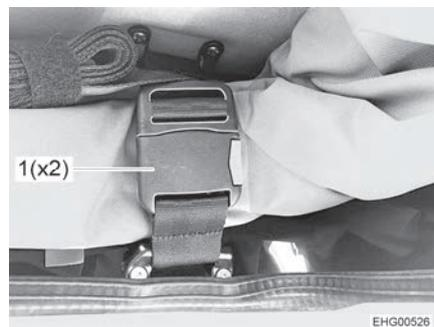

Fig. 57 Hebilla
- Abrir ambas hebillas (Fig. 57,1).